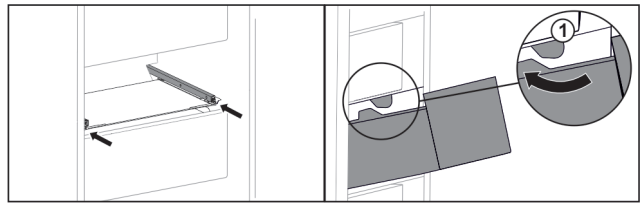

Fig. 140
- ▶ Schubfach um die Stopper Fig. 140 (1) herumführen.